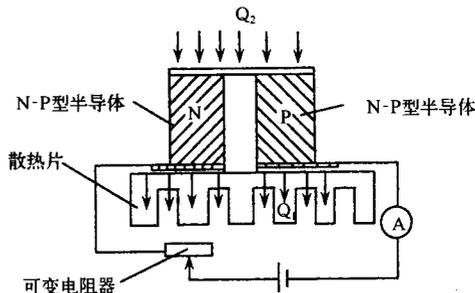

图 4-2 半导体电冰箱制冷原理示意图
③ 半导体电冰箱。半导体电冰箱是利用半导体制冷器件进行制冷的。其工作原理是:一块N型半导体和P型半导体连成电偶,电偶与直流电源连成电路后就能产生能量的转换。电流由N型半导体流向P型半导体时在两者结合处便吸收外界热量成为冷端;当电流由P型半导体流向N型半导体时,在两者结合处便释放热量成为热端。冷端紧贴在吸热器(蒸发器)平面上,置于冰箱内用来制冷;热端装在箱背,用冷却水或加装散热片靠空气对流冷却。图4-2为半导体电冰箱的制冷原理示意图,图中的可变电阻是用来改变电流大小,从而控制制冷的强弱。电偶可以并联运行,也可串联运行。